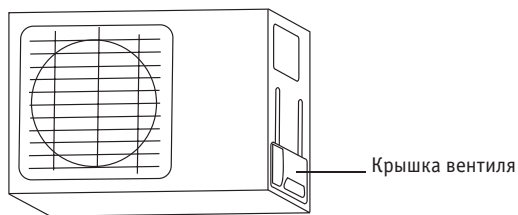

Рис. 29
1. Отверните крышку вентиля, расположенную сбоку наружного блока (см. рис. 29).